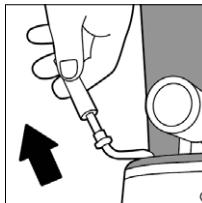

Figura 16
- Limpiar el tubo espumador con una vez que el tubo espumador se enfríe, retira y trae de la parte inferior para retirarla (Figura 16).